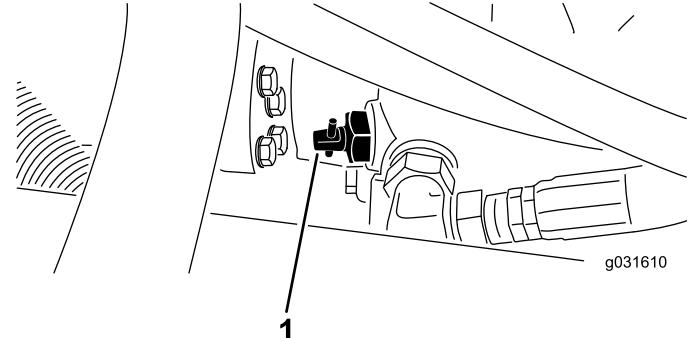

図 29
1. 油圧ポンプについているバイパスバルブを90°回転させる図 29。